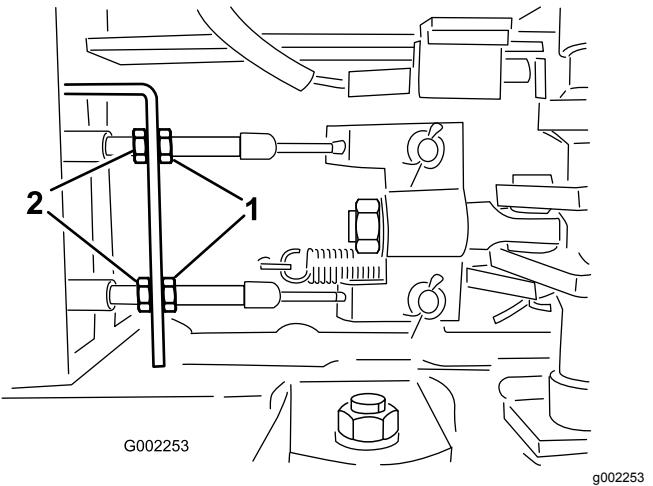

Figura 84
5. Afloje las tuercas delanteras de los cables de freno, debajo del extremo delantero del fumigador (Figura 84).
6. Apriete las tuercas traseras en la misma cantidad hasta que el pedal de freno recorra entre 1 a 2 cm (½" a 1") antes de que se note resistencia (Figura 84).